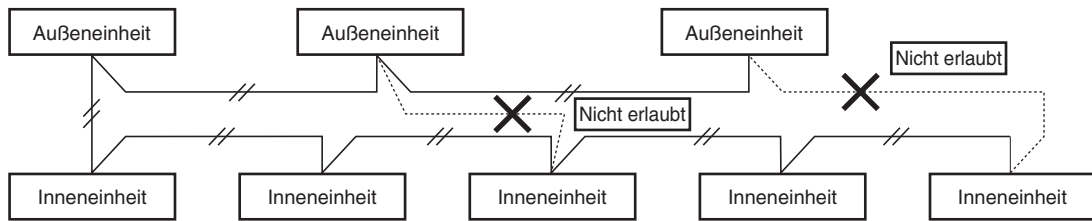

Abb. 4-3
- (2) Die Einheiten-Steuerverbindungsverkabelung darf nicht so angeschlossen werden, dass eine Schleife gebildet wird. (Abb. 4-3)